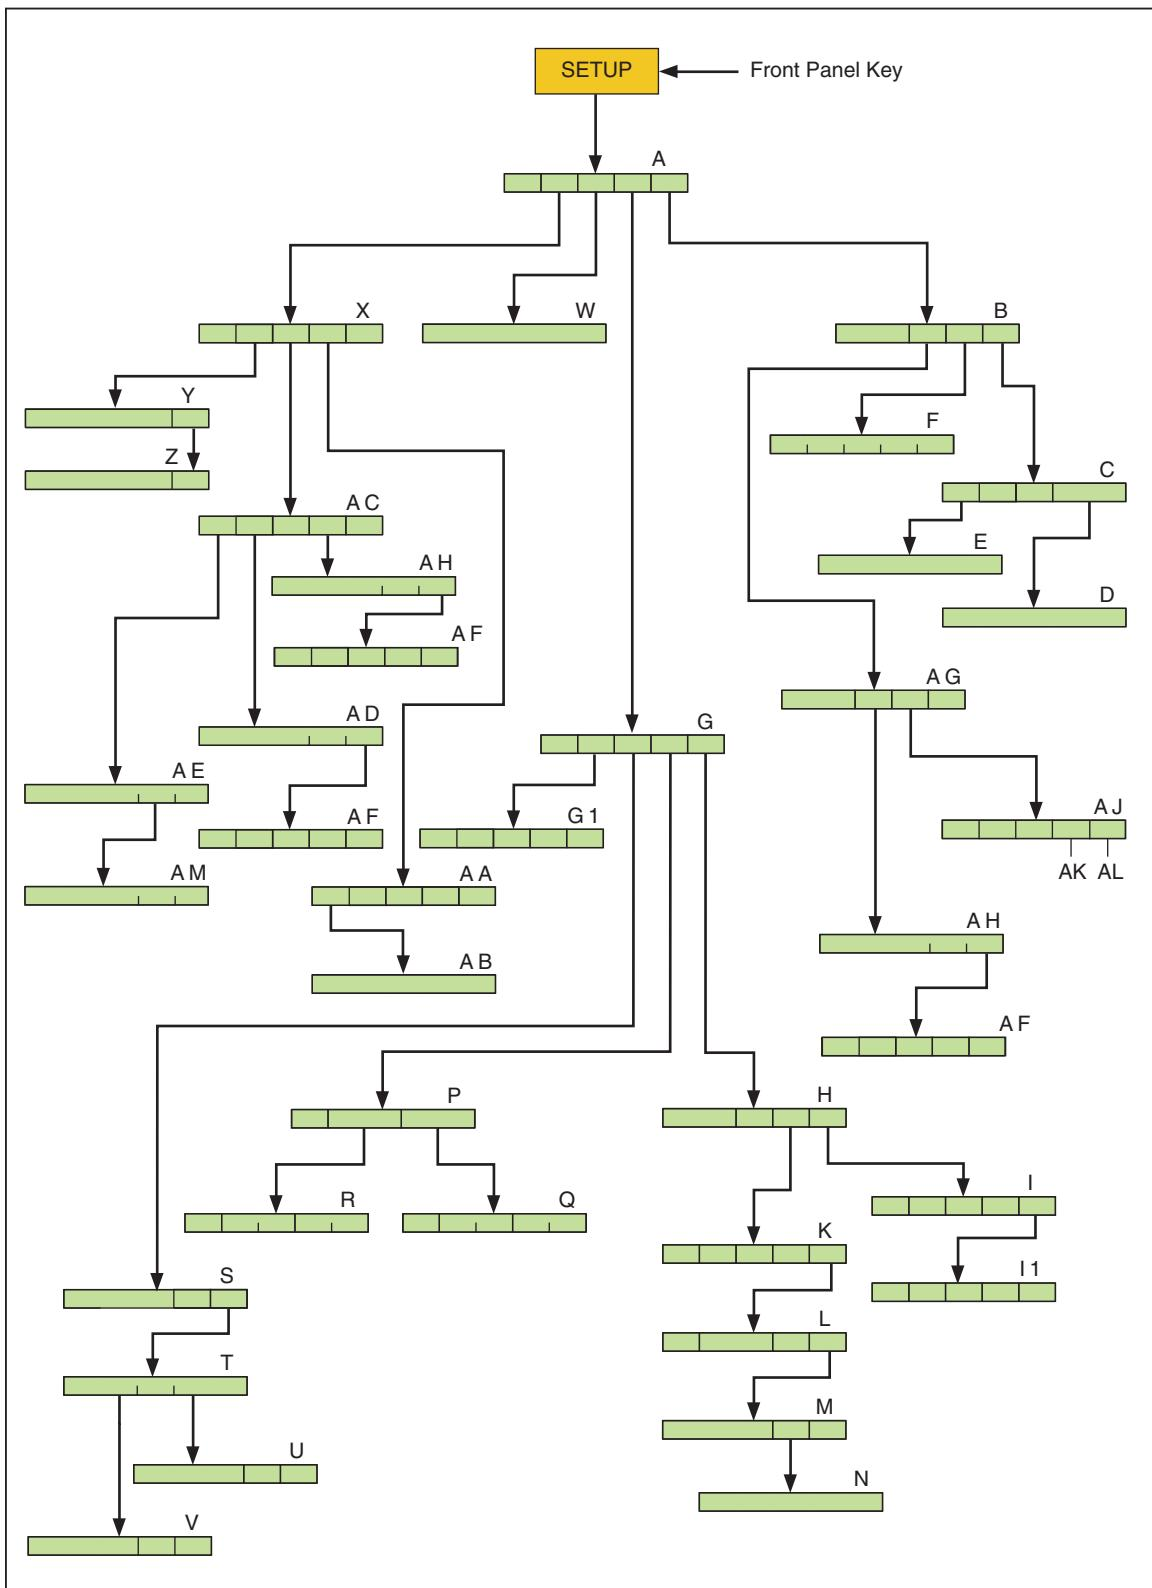

Рис. 3-3. Дерево меню функциональных кнопок SETUP
(1)	Дисплей выходного сигнала Дисплей выходного сигнала является двухстрочным жидкокристаллическим дисплеем, который показывает амплитуду и частоту выходного сигнала, а также состояние Калибратора. Амплитуда выходного сигнала (или потенциальная амплитуда выходного сигнала в режиме ожидания) отображается с помощью шести знаков и знака полярности. Частота выходного сигнала (или потенциальная частота выходного сигнала, если Калибратор 5080А находится в режиме ожидания) отображается с помощью четырех цифр. Состояние Калибратора отображается с помощью следующих сокращений: OPR Отображается, когда на клеммах передней панели присутствует выходной сигнал. STBY Отображается, когда Калибратор 5080А находится в режиме ожидания. u При смене выходного сигнала, знак «и» (unsettled) отображается до тех пор, пока выходной сигнал не будет установлен с необходимой точностью. C Отображается, когда используются несохраненные калибровочные постоянные.
(2)	Дисплей управления Дисплей управления является жидкокристаллическим дисплеем для отображения вводимых данных, коррекции ошибок испытываемого устройства, обозначений функциональных кнопок, фазовых углов, мощности в ваттах, коэффициентов мощности и других запросов и сообщений. Если на дисплее выходного сигнала недостаточно места, частота выходного сигнала отображается на дисплее управления. Обозначения функциональных кнопок указывают на функции непосредственно расположенных под ними кнопок. Несколько взятых вместе обозначений функциональных кнопок называются меню. Со сменой меню обеспечивается доступ к множеству различных функций с помощью функциональных кнопок и кнопки PREV MENU. (См. рисунок 3-3, Дерево меню функциональных кнопок.)